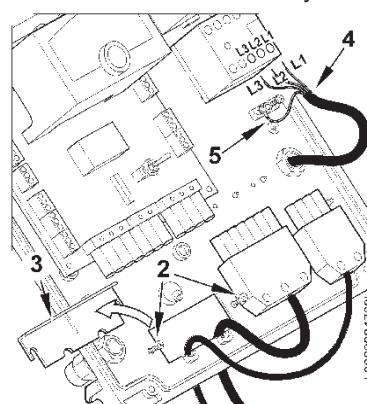

Рисунок 2
- 2) Ослабьте винты (2), а после снятия пластины кабельного зажима (3), пропустите через отверстие два разъёма 7- и 4-штырьковый (см. рис. 2). Соедините питающие кабели (4) к дистанционному выключателю, закрепите провод земли (5), а после этого затяните зажим.